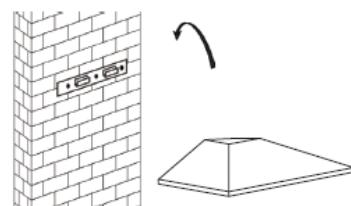

Fig. 2
5. Cuelgue la campana extractora en el soporte de pared y sujetela bien (véase la fig. 2).